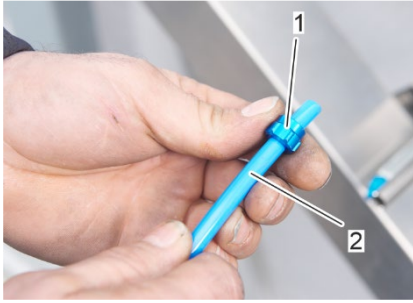

Abbildung 60: Überwurfmutter auf den Druckluftschlauch schieben
- Schieben Sie die Überwurfmutter (Abbildung 60/1) auf ein Ende des Druckluftschlauches (Abbildung 60/2).